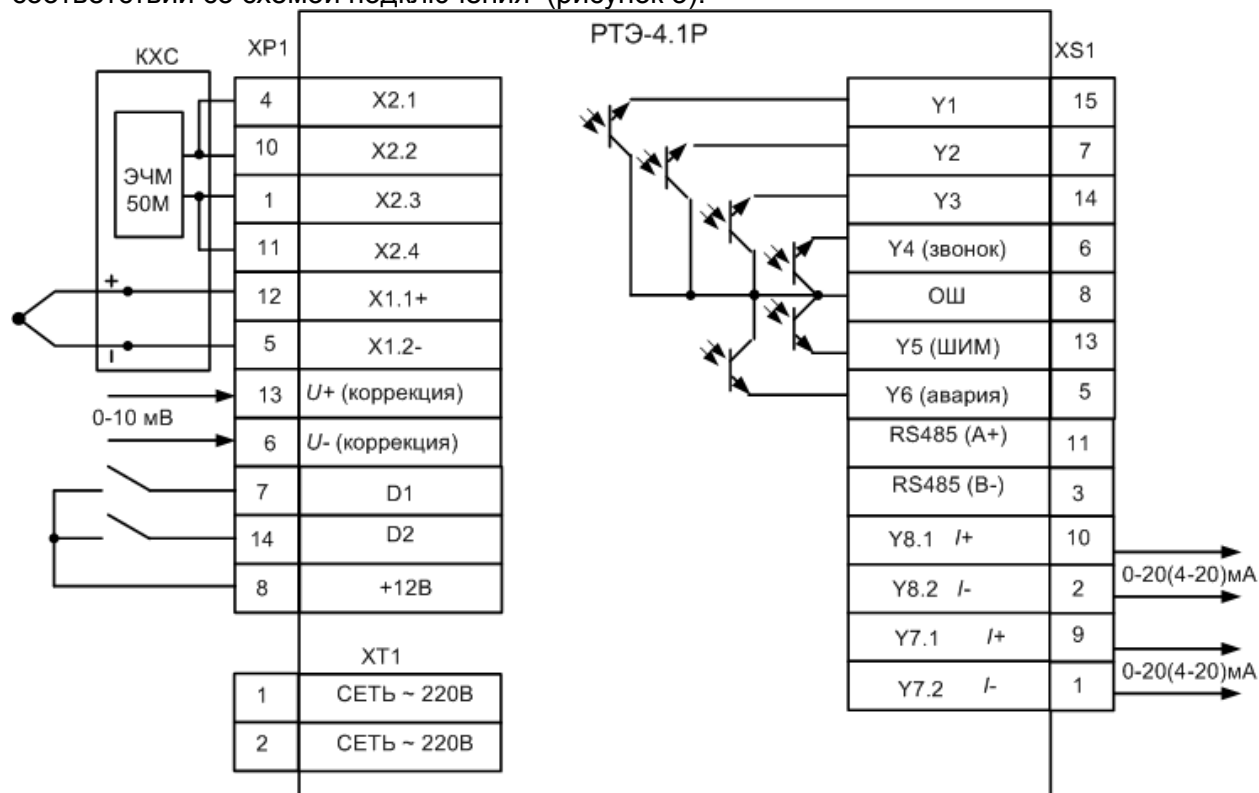

Рисунок 3
- подключить соединительные провода к колодкам соединительным XT1, XP1 и XS1 в соответствии со схемой подключения (рисунок 3).